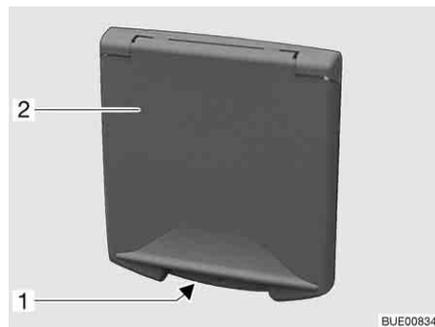

Bild 36 Druckschloss Serviceklappe
- Schlüssel in Schließzylinder des abschließbaren Druckschlösses (Bild 36,1) stecken und eine viertel Umdrehung drehen. Das Druckschloss ist entriegelt.
- Schlüssel in Schließzylinder des abschließbaren Druckschlusses (Bild 36,1) stecken und eine viertel Umdrehung drehen. Das Druckschloss ist verriegelt.